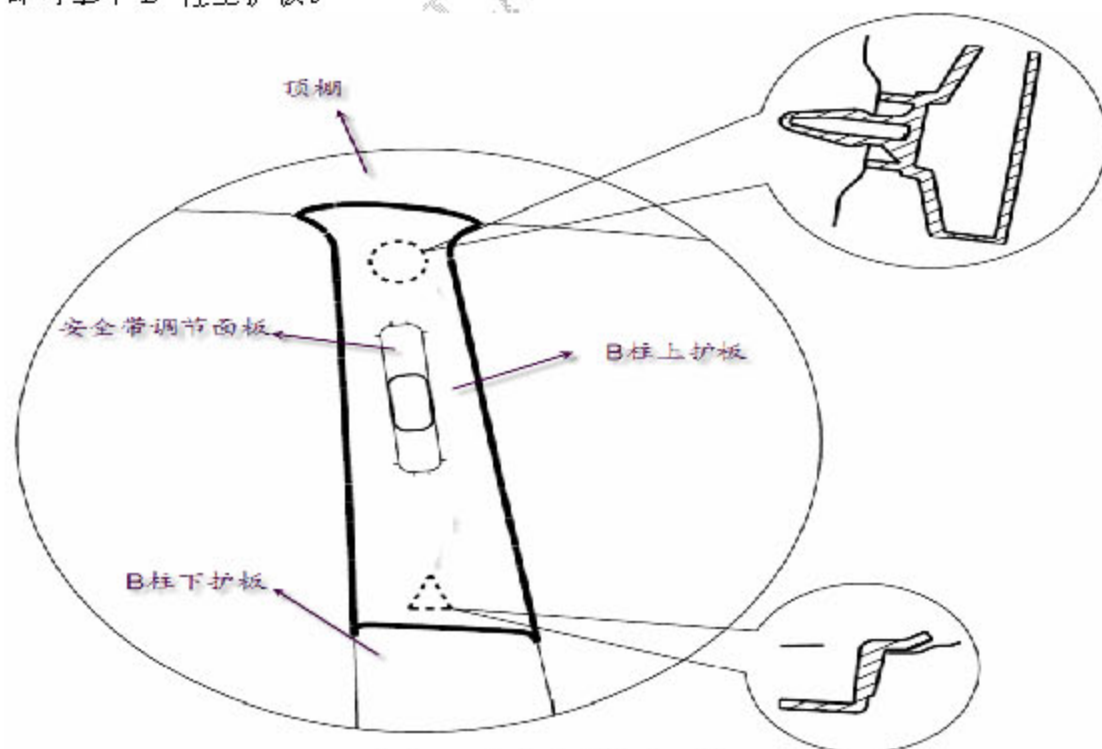

图 5 B 柱上护板拆卸过程
1). 使用缠有保护胶带的一字螺丝刀在图 5 所示的卡脚处沿与钣金垂直的方向往外翘起使卡脚与钣金分离，然后在图 5 所示卡脚处向上拉动使其从钣金分离，即可拿下 B 柱上护板。